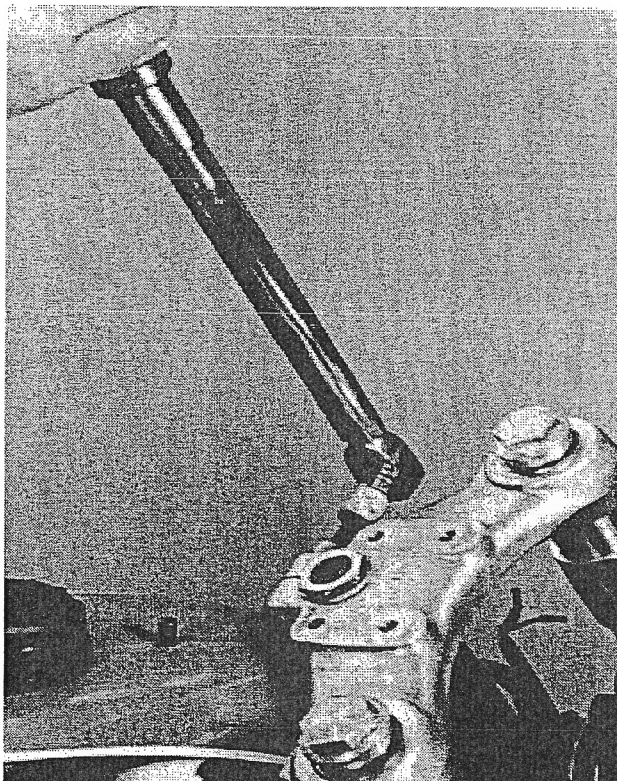

FIG.185
17. Aprieta el tornillo Allen que aprieta el eje de la dirección en la tija superior 15 ft/lbs (Fig 185)